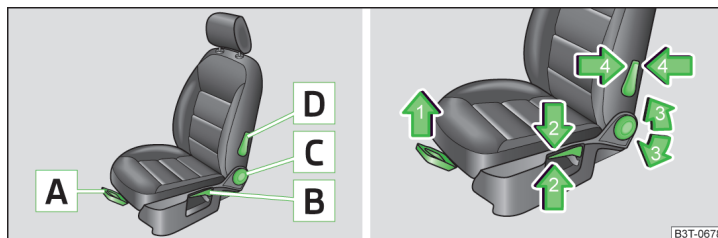

Fig. 66 Elementos de manejo / ajuste
- Tirar de la palanca [A] » fig. 66 en la dirección de la flecha 1 y deslizar el asiento en la dirección deseada.
- Tirar de nuevo de la palanca [B] » fig. 66 en el sentido de una de las flechas 2 y presionar.
- Descargar el respaldo (no apoyarse en él) y girar la ruedecilla manual [C] » fig. 66 en el sentido de la flecha 3.
- Presionar la palanca [D] » fig. 66 en el sentido de una de las flechas 4.